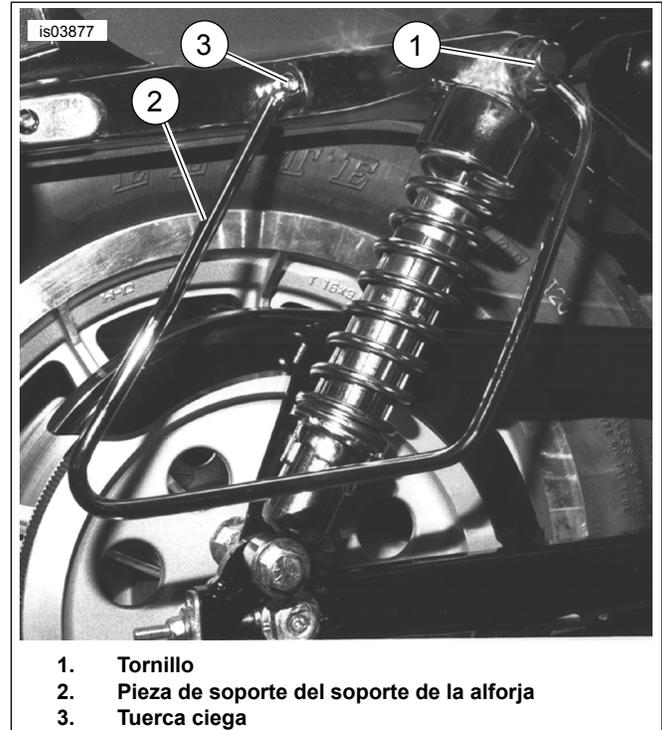

Figura 1. Instalación de la pieza de soporte suave del soporte de la alforja
3. Vea Figura 1. Extraiga el perno y la tuerca con cabeza de botón del equipo original que se encuentran más al frente (en 3) del soporte del guardabarros. **En los modelos 2000 a 2003**, deseche el perno, pero guarde la tuerca para su posterior instalación. **En los modelos 2004 y posteriores, EXCEPTO el XL1200N**, deseche el perno y la tuerca. **En los modelos XL1200N**, deseche el perno, pero guarde la tuerca para su posterior instalación.